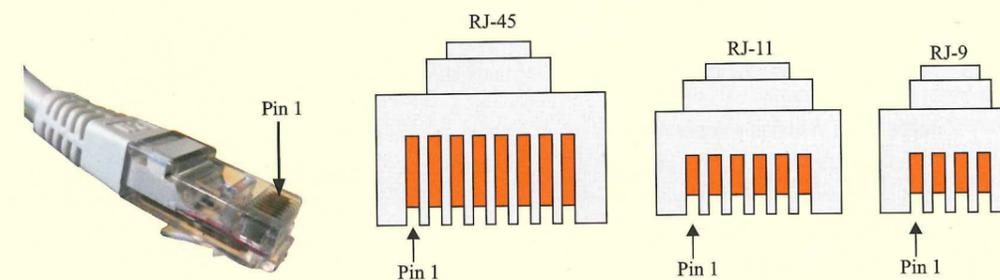

Figura 6.94. Conectores RJ.
- 6.19. La Figura 6.94 muestra diferentes tipos de conectores RJ. Justifica cuál de ellos se utiliza para la conexión de cable de par trenzado y busca información de la aplicación de los dos conectores restantes.